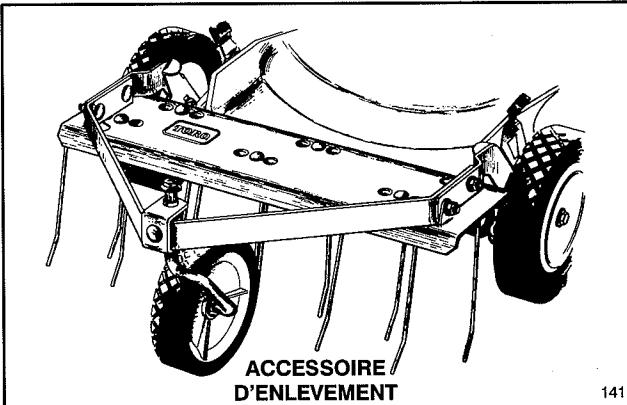

Figure 30
3. **Kit de déchaumeuse, modèle N° 59131 (modèles autopropulsés)**—Se monte en quelques minutes. Se fixe à l'avant pour permettre une bonne manoeuvrabilité. Les fourches à ressort soulevent le chaume que est alors aisément aspiré dans le sac à herbe (Fig. 30) et peut être jeté facilement.